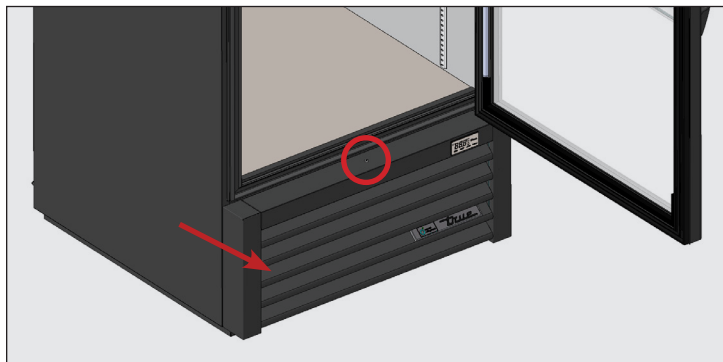

Fig. 1. Posizione della vite della griglia anteriore ad alette. Rimuovere con cautela la griglia.
2. Rimuovere la griglia anteriore ad alette dall'apparecchio. Vedere fig. 1.